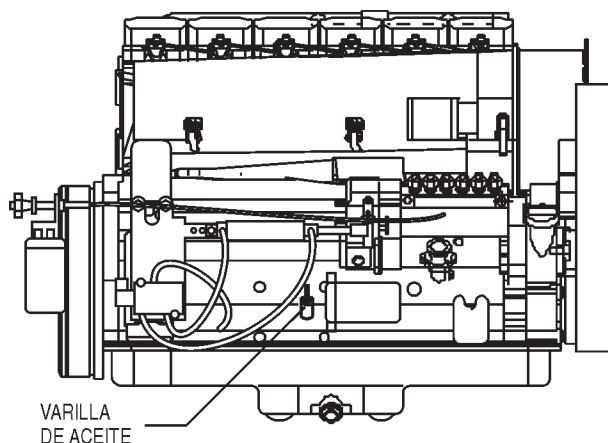

Figura 10. Varilla medidora del aceite del motor
1. Retire la varilla medidora del aceite de su base (Figura 10).